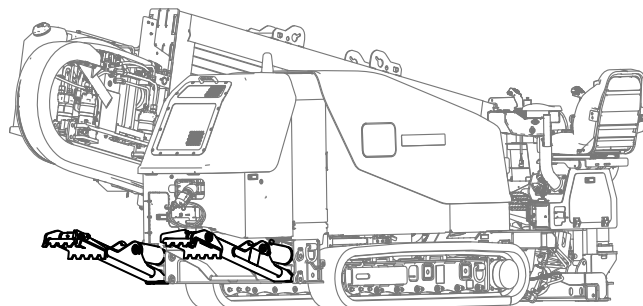

Рисунок 61
3. Опустите задние стабилизаторы так, чтобы они плотно уперлись в грунт, или так, чтобы получить нужный угол входа (Рисунок 61).